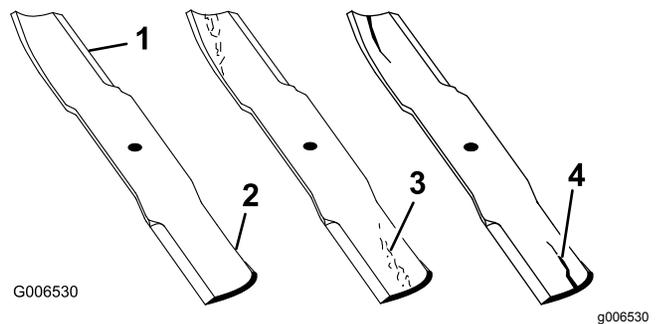

Figure 32
2. Examinez attentivement les tranchants de la lame, particulièrement au point de rencontre de la partie plane et de l'ailette (Figure 32). Le sable et les matières abrasives peuvent éroder le métal à cet endroit, c'est pourquoi il est important de contrôler l'état de la lame avant d'utiliser la machine. Remplacez la lame si elle est usée (Figure 32) ; voir Dépose et pose des lames (page 22).
Si la lame est trop usée, une entaille se forme entre l'ailette et la partie plane (Figure 32). La lame peut alors se briser et un morceau être projeté du dessous de la machine, vous blessant gravement ou une personne à proximité.